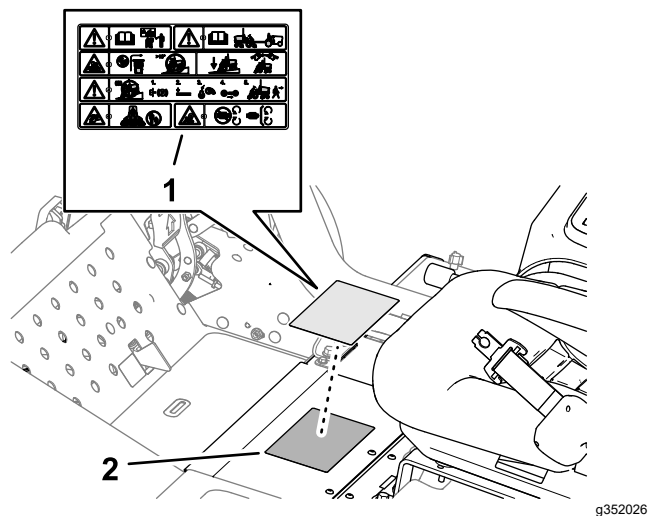

图 24
- 用酒精擦拭标准警告标贴并让机架干燥图 24。
- 撕去 CE 警告标贴零件号 138-1186 的背衬并将其贴到标准警告标贴上如图 24 所示。